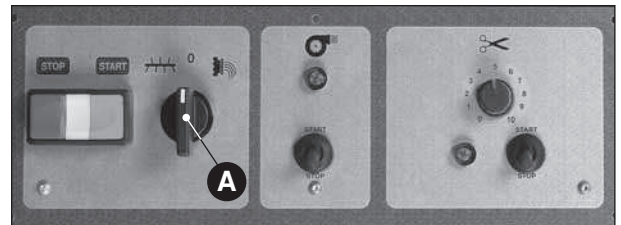

Fig. 2
- poner el mando en "0" (**Fig. 2 A**), verifíquese el correcto montaje de la cóclea, observando que la parte cilíndrica quede apoyada al árbol de arrastre;
Si la harina se amalgama formando bolitas, quiere decir que ha sido vertido demasiado líquido. **En este caso**, antes de girar el interruptor (**Fig. 2 A**) **DE AMASA A TREFILA** añadir un poco de harina y dejar amasar un poco más.